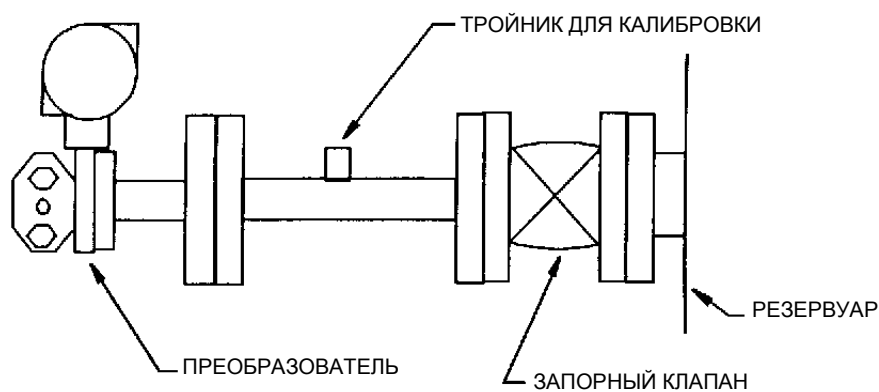
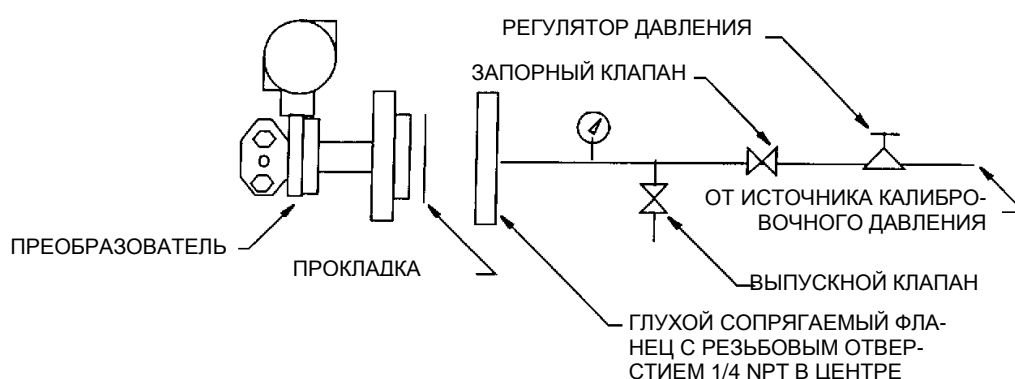
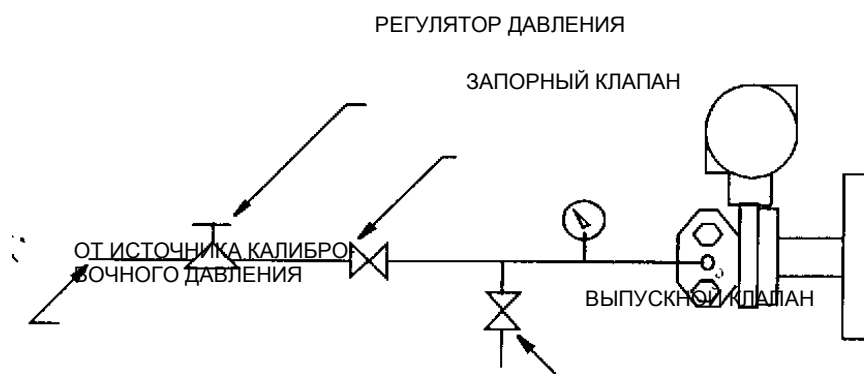

Рис. 20. Калибровка по месту
Рис. 22. Стендовая калибровка преобразователя, когда сторона низкого давления имеет выход в атмосферу или соединена с незаполненной импульсной трубкой
Рис. 23. Стендовая калибровка преобразователя, когда сторона низкого давления соединена с заполненной импульсной трубкой
2. Если преобразователь установлен в какое-либо иное положение, кроме вертикального, показанного на рис. 20, рис. 22 и рис. 23, выполните повторную настройку нулевого выходного сигнала, чтобы устранить влияние положения датчика на нулевую отметку.
Если между преобразователем и резервуаром установлен отсечной клапан, для создания калибровочного сигнала можно использовать давление воздуха. См. рис. 20. В случае измерения уровня жидкости калибровочный сигнал может формироваться путем изменения уровня жидкости в технологическом резервуаре.
Первый этап калибровки показан на рис. 22 и рис. 23. На рис. 22 показан пример монтажа, где сторона низкого давления преобразователя имеет выход в атмосферу или соединена с незаполненной импульсной трубкой. На рис. 23 показана схема монтажа, когда сторона низкого давления преобразователя подсоединяется к заполненной импульсной трубке.